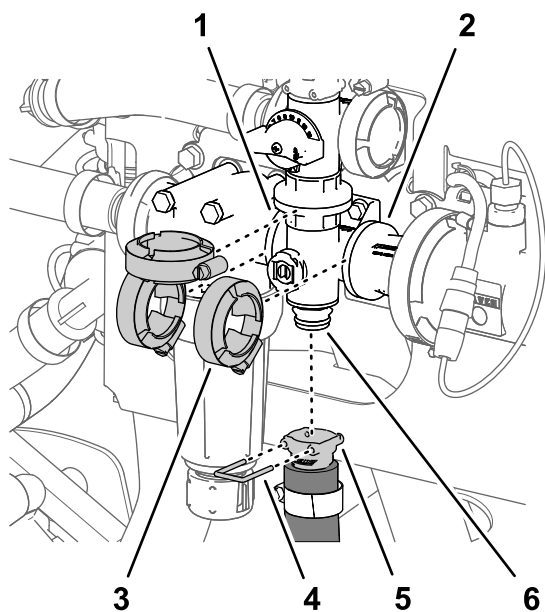

図 123
1. 攪拌ホース用のクイックコネクトカップラを攪拌バルブ用のマニホルドに固定しているクイックコネクトピンを外す 図 123。
2. 攪拌バルブマニホルドを圧力フィルタヘッドとカップリングアダプタの各フランジに固定しているフランジクランプ3個を外す 図 123。